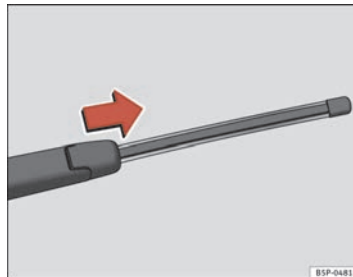

Abb. 183 Heckwischerblatt abnehmen
⇒ Seite 248, Abb. 183.
- Schieben Sie den Wischerblattadapter in Pfeilrichtung und ziehen Sie das Wischerblatt ab ⇒ Seite 248, Abb. 183.